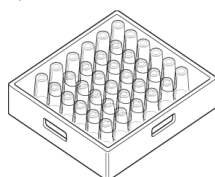

Fig.11
- 2- Placer les tasses et les verres retournés vers le bas. (Fig.11)